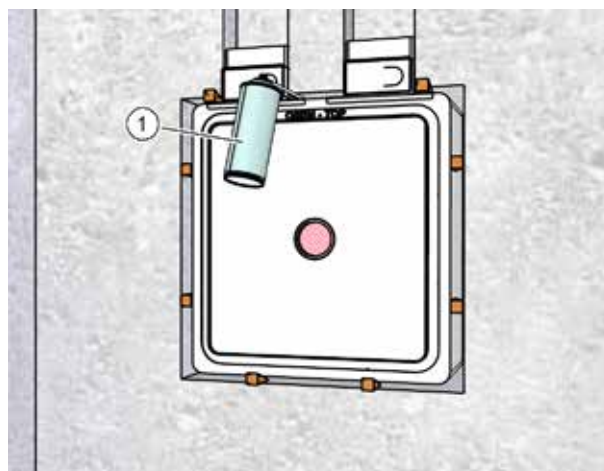

Fig. 18: Schiumatura delle cavità intorno alla cassetta a muro
- ▶ Riempire di schiuma di montaggio o di altri materiali di riempimento adeguati gli interstizi tra la cassetta a muro e l'apertura del muro continuamente e senza interruzioni per tutto il perimetro (pos. 1 nella Fig. 18).